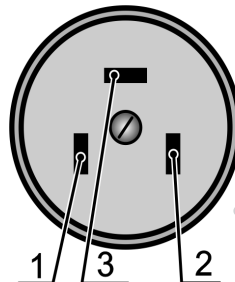

Рис. 20
- Для плит 5112 0112 подключение должно быть выполнено по схеме (рис. 20):